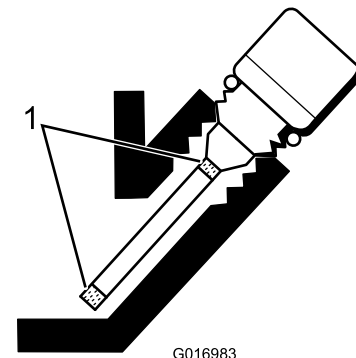

Figure 27
5. Si le niveau est bas, ajoutez suffisamment d'huile pour le faire monter entre les repères hachurés sur la jauge (Figure 27). **Ne remplissez pas excessivement.**